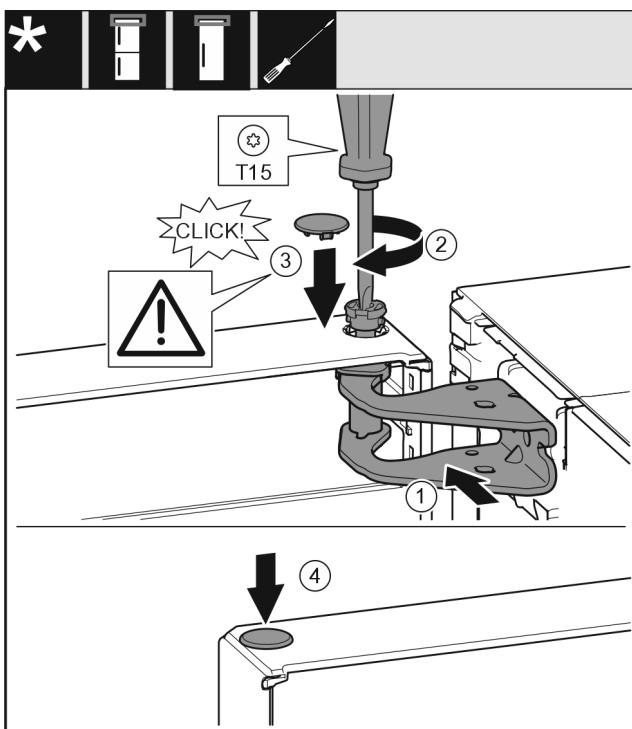

Fig. 19
- Вирівняйте дверцята зверху по отвору в опорному кронштейні. Fig. 19 (1)
- Вставте палець та закрутіть за допомогою викрутки T15. Fig. 19 (2)
- Встановіть захисну кришку для захисту дверцят: вставте захисну кришку і проконтрольуйте, щоб вона прилягала до дверцят. Якщо це не так, повністю вставте палець. Fig. 19 (3)
- Вставте пробку. Fig. 19 (4)